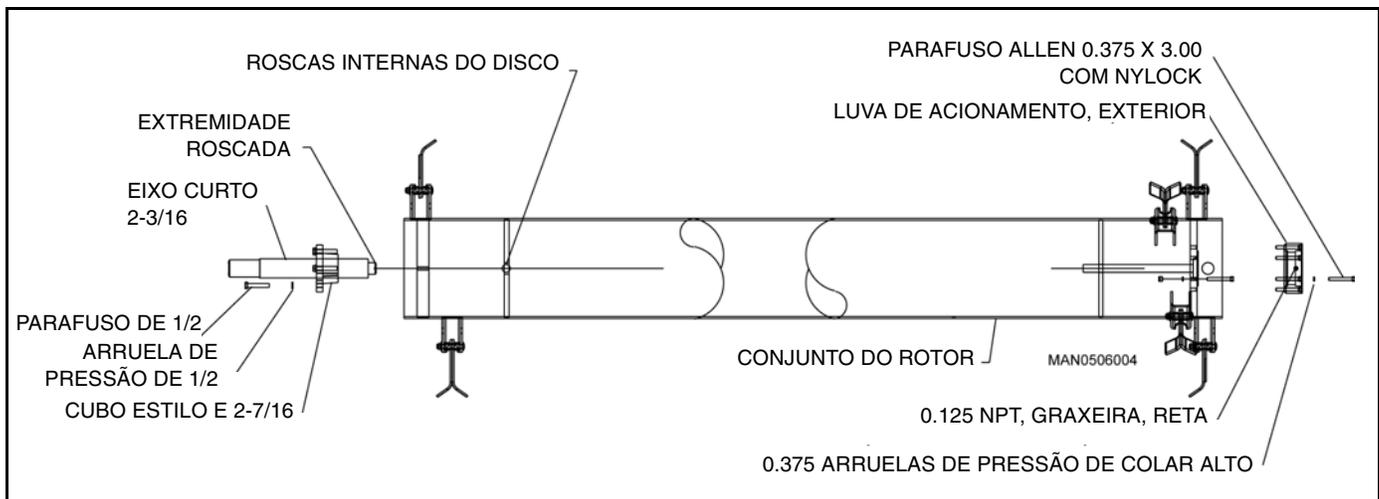

Figura 38. Conjunto do eixo curto
2. Remova os três parafusos de cabeça sextavada 1/2 x 2-1/2 no cubo Taper-Lock e reinstale os parafusos em três furos roscados (consulte a Figura 38).